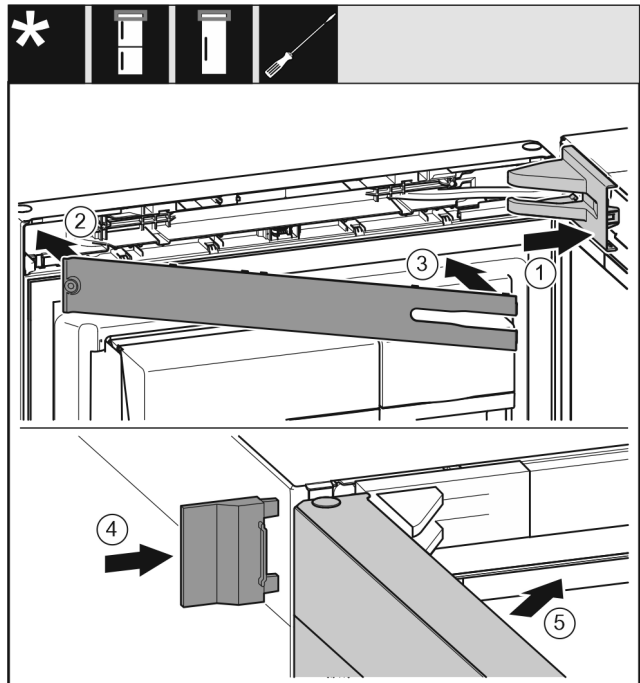

Fig. 27
- ▶ Uždėkite atraminės gembės dengiamąją plokštelę ir užfiksuokite, prireikus atsargiai išspauskite. Fig. 27 (1)
- ▶ Uždėkite gaubtą. Fig. 27 (2)
- ▶ Uždenkite ir užfiksuokite gaubtą. Fig. 27 (3)
- ▶ Užstumkite išorinę dengiamąją plokštelę. Fig. 27 (4)
- ▶ Uždarykite viršutines duris. Fig. 27 (5)